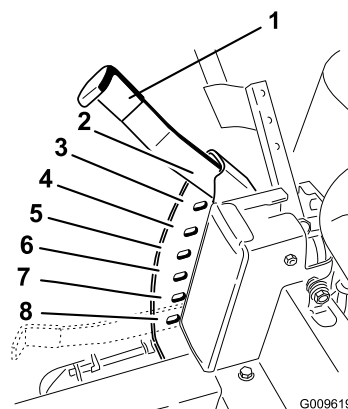

Bild 19
1. Heben Sie den Schnitthöhenhebel in die Transportstellung (Schnitthöheneinstellung von G (auch 115 mm) (Bild 19).